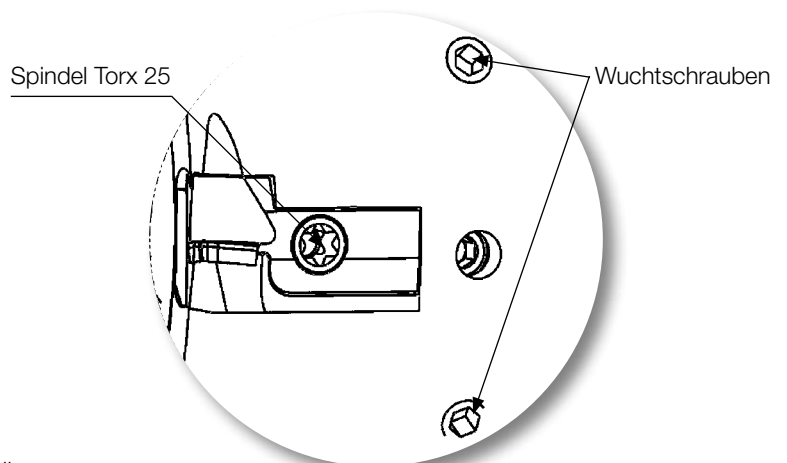

ABB. 4
- Spindel von der Innenseite aus rechtsdrehend in den Spannkeil einschrauben (Torx 25). Davor das Gewinde der Spindel und die Anlagefläche des Spindelkopfes mit Molykote® Montagepaste G-N Plus fetten (**kein kupferhaltiges Schmiermittel verwenden!**). (Abb. 4)